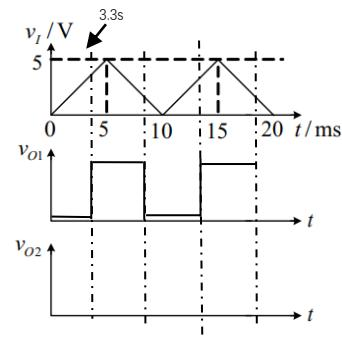

图12-3
- (1) 第一片555接成了什么电路, 求出该电路的关键参数;
- (2) 第二片555接成了什么电路, 求出该电路的关键参数;
- (3) 已知输入 v_I 的波形如图12-3所示, 画出图中输出电压 v_{O1} 和 v_{O2} 的波形。